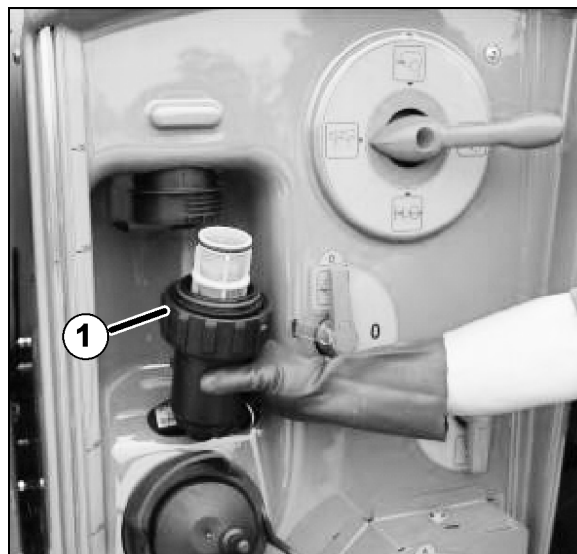

Fig. 125
2. Tag trykfilteret (Fig. 125/1) ud og rengør det med vand.